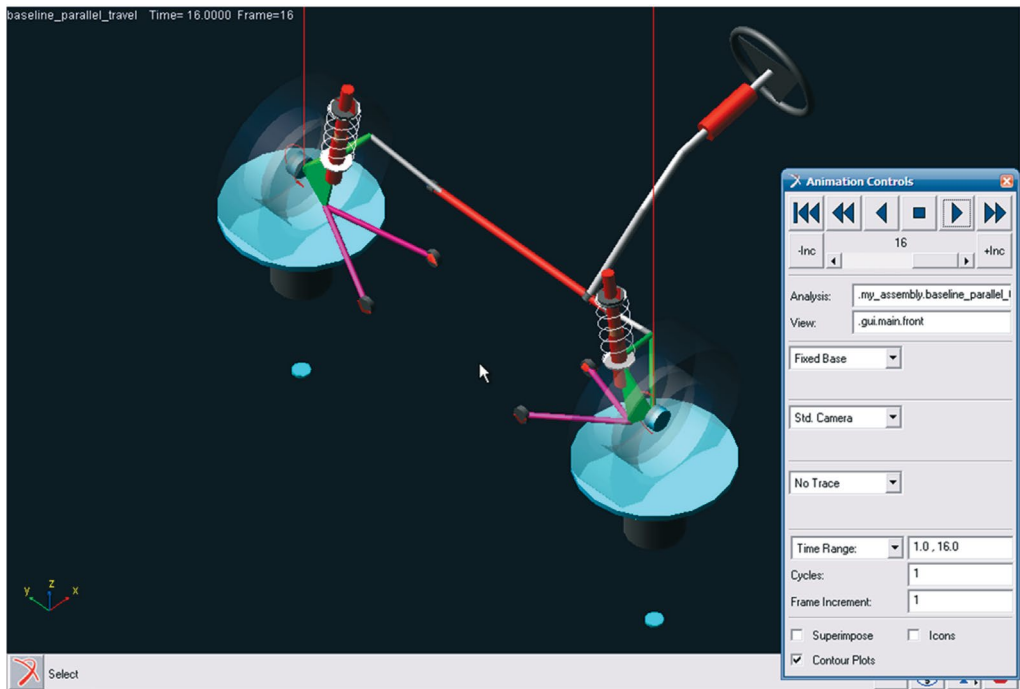

Figura 4.144 – Painel de controle das animações.
- Preencha os campos da janela *Animation Controls*, conforme ilustrado na Figura 4.144.